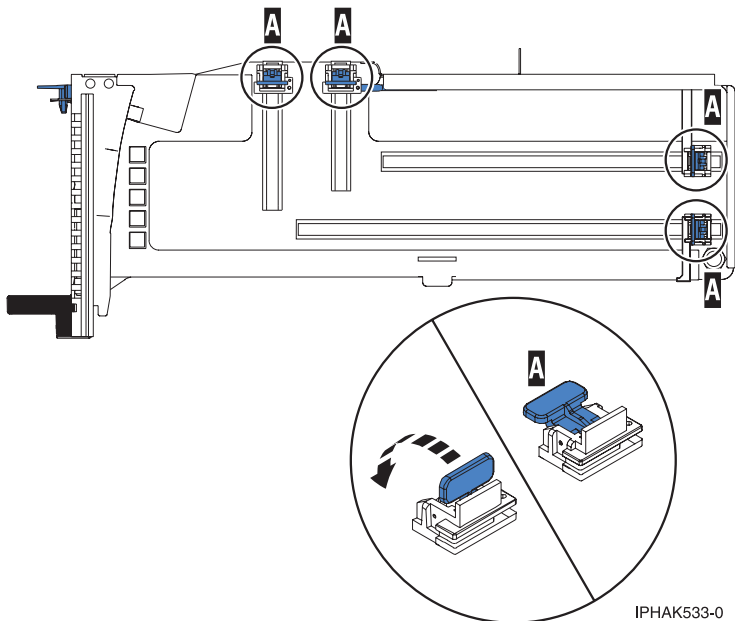

Abbildung 52. Adapterhalterungen in einer Kassette
- a. Stellen Sie sicher, dass alle Adapterhalterungen nach außen zu den Kanten der Kassette gedrückt wurden, damit der Adapter installiert werden kann. Siehe Abb. 52.